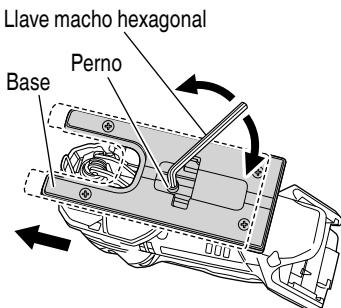

Fig. 21
- (1) Afloje el perno de base con la llave macho hexagonal provista en la base. (Fig. 21)
- (2) Mueva la base completamente hacia adelante, y vuelva a apretar el perno de la base. (Fig. 21)
- (3) Ajuste la posición orbital a "0".
- (1) Afloje el perno de base con la llave macho hexagonal provista en la base y mueva la base completamente hacia adelante. (Fig. 21)
- (3) Apriete de nuevo el perno de base. (Fig. 21)
- (4) Ajuste la posición orbital a "0" - "III".
- Afloje el perno de base con la llave macho hexagonal provista en la base. (Fig. 21)
- Mueva la base completamente hacia adelante, y vuelva a apretar el perno de la base. (Fig. 21)